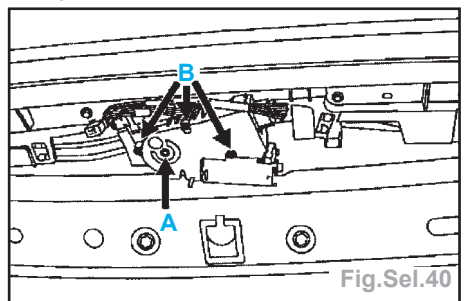

Fig.Sel.40
- Manuellement, à l'aide d'une clé (6 pans de 4), actionner la vis (A) pour fermer le panneau mobile (si celui-ci est ouvert) (Fig.Sel.40).